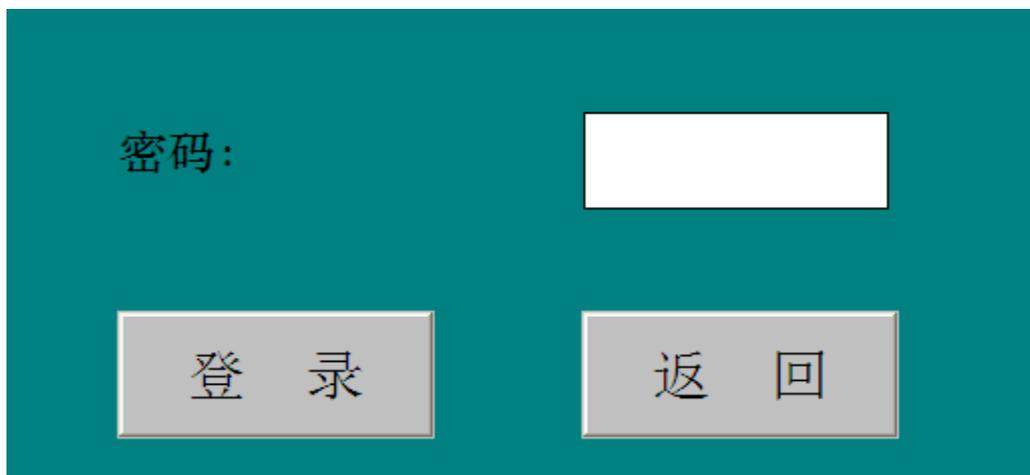

图 7-4 密码输入界面
- 设定放电间隔: 设置每次冲击的间隔时间, 单位秒 (S)。
5.3.2. 系统参数设置: 设置控制系统的组成, 个功能模块的动作方式, 以及系统硬件参数设置, **一旦设备调试好, 严禁随意改动系统参数**。进入方式: 在参数设置页面点击【系统参数】切换到密码输入界面 (图 7-4)。由于系统调试涉及重要的参数调整, **必须输入正确的授权密码才可进入高级调试界面**。